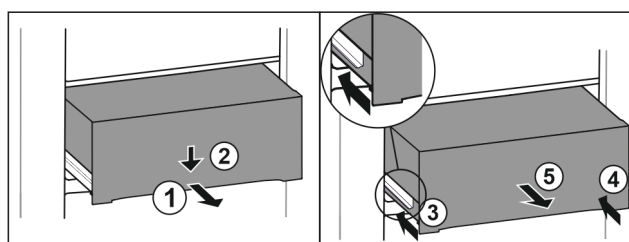

Fig. 213
- Tërhiqni jashtë sirtarin deri në gjysmë. Fig. 213 (1)
- Shtypni për poshtë sirtarin në pjesën përpara. Fig. 213 (2)
- Shtyni brenda shinën e majtë rreth 2 cm. Fig. 213 (3)
- Shtyni brenda shinën e djathtë rreth 2 cm. Fig. 213 (4)
- Hiqeni sirtarin nga përpara. Fig. 213 (5)